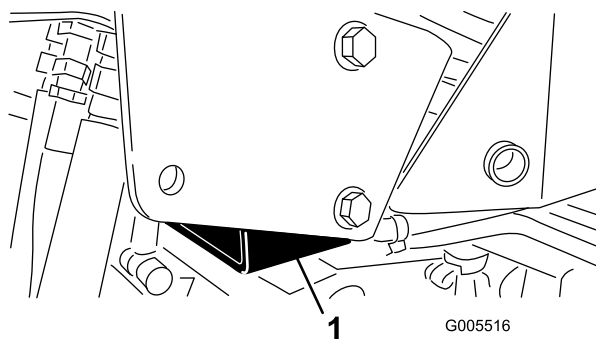

Figura 37
- A destra: sotto la staffa di supporto del ROPS (Sistema di protezione antiribaltamento roll-bar) (Figura 37)